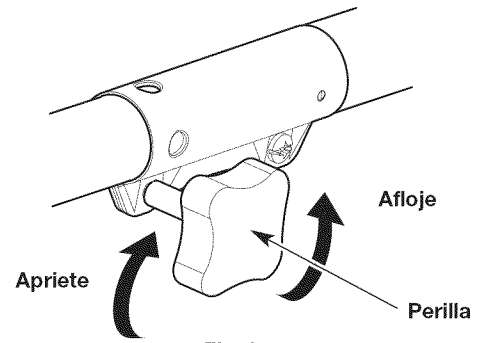

Fig. 3
3. Gire la perilla en el sentido contrario a las agujas del reloj para aflojar el acoplador (Fig. 3).
6. Gire la perilla en el sentido de las agujas del reloj para apretar el acoplador (Fig. 3).
2. Gire la perilla en el sentido contrario a las agujas del reloj para aflojar el acoplador (Fig. 3).
1. Gire la perilla en el sentido contrario a las agujas del reloj para aflojar el acoplador (Fig. 3). Consulte *Funcionamiento del Acoplador* en la sección *Montaje*.